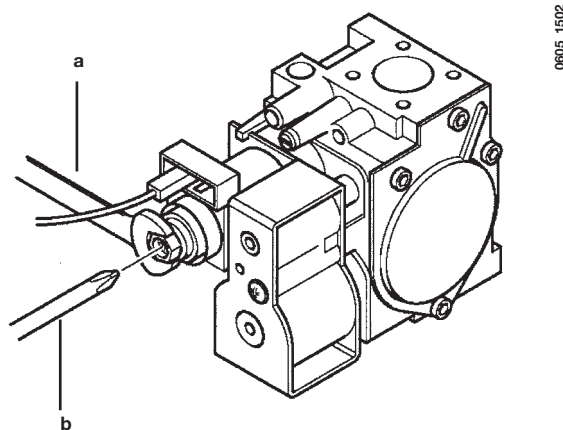

Figure 14
- régler la vis en laiton (**a**) Fig. 14 jusqu'à obtenir les valeurs de pression indiquées dans le tableau 1 ;
- débrancher le câble d'alimentation du modulateur et desserrer la vis (**B**) Fig. 14 jusqu'à atteindre la valeur de pression correspondant à la puissance réduite (voir tableau 1) ;